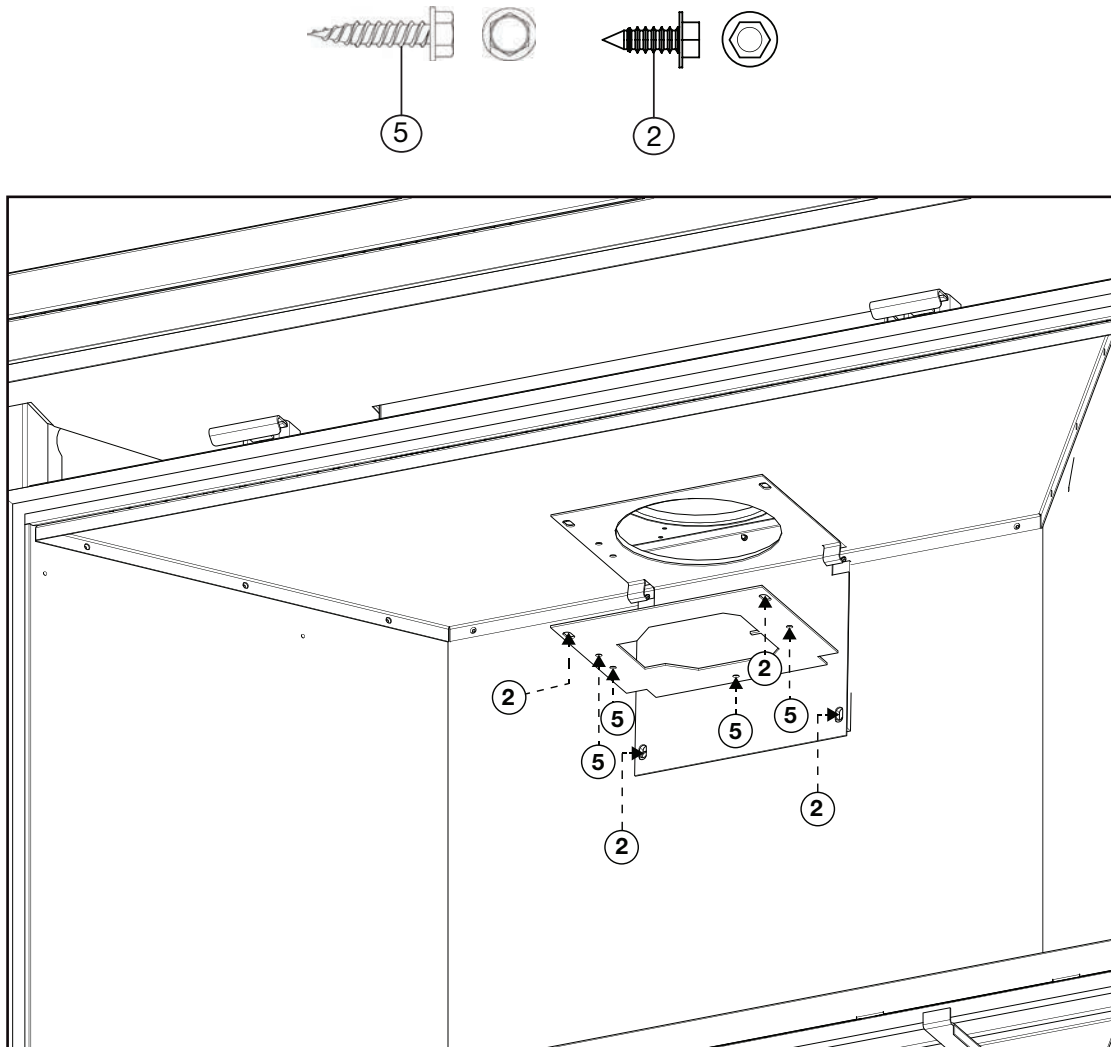

Fig. 4
- G.** Fixez la plaque de réducteur de sortie d'évacuation complètement à l'aide de 4 vis autotaraudeuse (fournis) (**Fig. 4**).